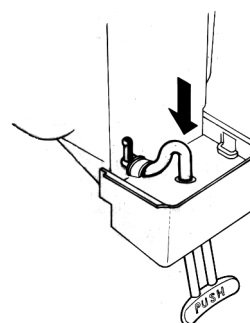

Bild 14
- 3 - Ende des Ausgabeschlauchs in den vertikalen Sitz im Ventilkörper einsetzen (Bild 14).